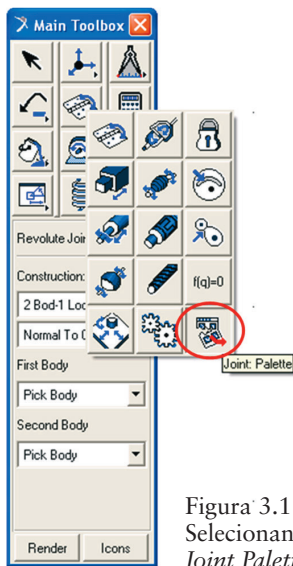

Figura 3.114(a) -
- A caixa de diálogo *Joints* se abrirá. Selecione o ícone  correspondente à *Orientation Joint*. Preencha a parte inferior da janela, conforme mostrado na Figura 3.114(b).